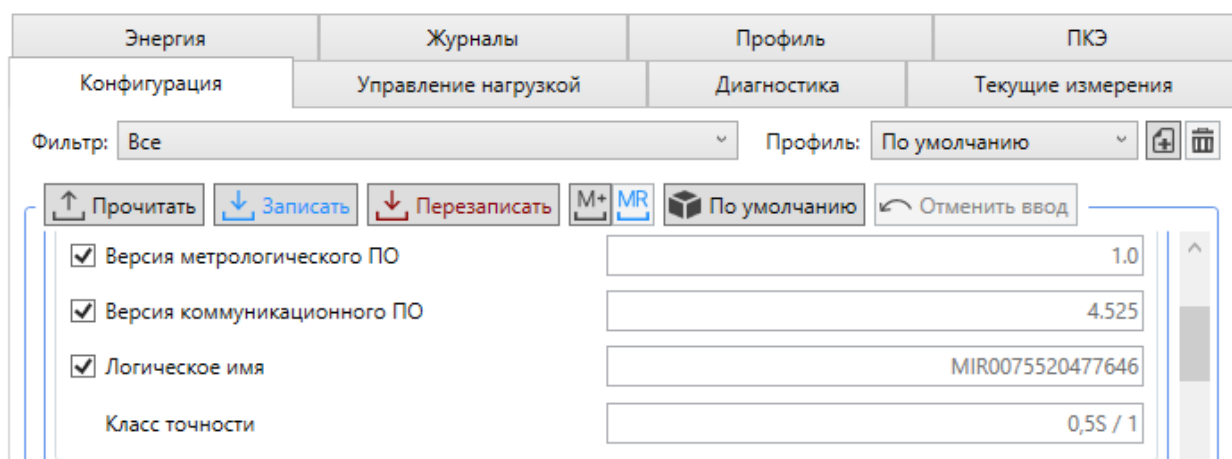

Рисунок 9.51 – Просмотр версии встроенного ПО счетчика
9.7.9.1 Для просмотра информации о версии встроенного программного обеспечения счетчика необходимо перейти на вкладку *Конфигурация* области параметров программы КОНФИГУРАТОР, и далее в выпадающем списке *Фильтр* выбрать пункт *Параметры устройства* и нажать кнопку *Прочитать* (рисунок 9.51).